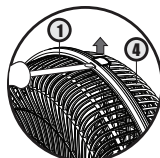

Figura 08
- Para remover a grade frontal, deve-se introduzir a ponta da chave de fenda em cada uma das fendas localizadas na sua borda, pressionando as linguetas para fora e liberando as 5(cinco) travas conforme a **figura 08**.